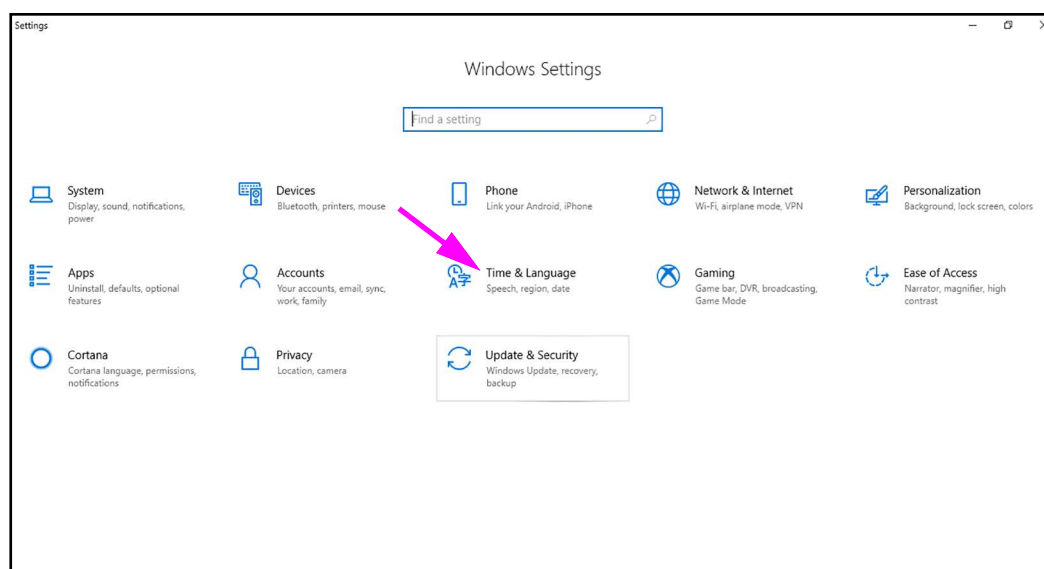

Figure C-6. Fenêtre Settings (Paramètres) de Windows 10
- Cliquez sur l'icône **Démarrer Windows** et sélectionnez **Settings (Paramètres)** dans le menu. La fenêtre Settings (Paramètres) de Windows s'affiche. Voir la Figure C-6.
- Sur la fenêtre Settings (Paramètres) de Windows, cliquez sur **Time and Language (Heure et langue)** (cf. Figure C-6).